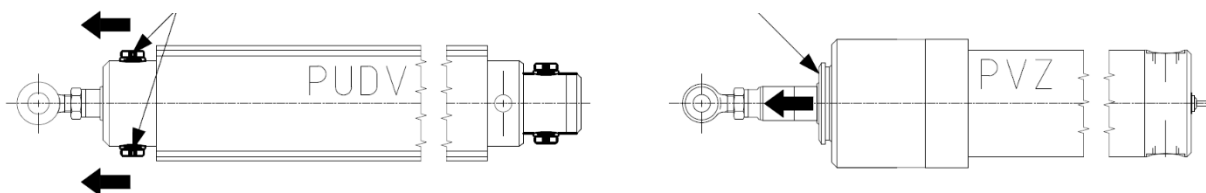

Figure 20 – Vérins pneumatiques PUAV et PVZ : éléments de déblocage et sens du déverrouillage (marqué par des flèches)
L'appareil mcr LAM est équipé d'un vérin pneumatique double effet doté d'un dispositif de verrouillage qui immobilise la tige du piston en fin de course. Le dispositif de verrouillage empêche l'ouverture lorsque l'appareil n'est pas utilisé et la fermeture lorsque l'ouverture a été déclenchée en fonction désenfumage (voir Figure 20).
2. Déverrouiller le vérin en déplaçant les éléments de déblocage dans la direction d'ouverture du vérin (voir Figure 20).
6. Si nécessaire, remplacer l'ampoule à alcool (2). NOTA : Dans le cas du thermodéclencheur TAVZ4.F, retirer la cartouche CO₂, insérer l'outil de réinitialisation et retirer l'ampoule, en desserrant la vis de tension. À défaut, le thermodéclencheur TAVZ4.F risque d'être endommagé.